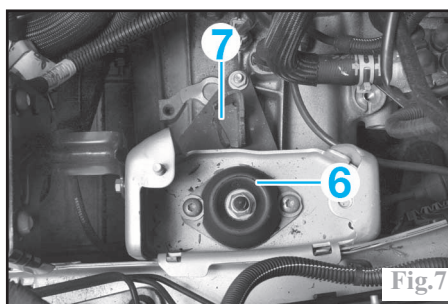

Fig.7
-la cale élastique (6) (Fig.7).
-le support (7).